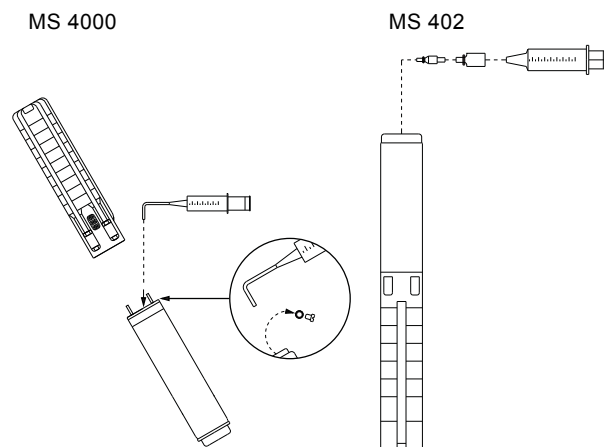

Fig. 2 Placering af pumpen under påfyldning - MS 4000 og MS 402
1. Placer dykpumpen som vist i fig. 2. Påfyldningsskruen skal være det øverste punkt på motoren.
3. Sprøjt væske ind i motoren med fyldesprøjten indtil væsken løber ud af påfyldningshullet. Se fig. 2.